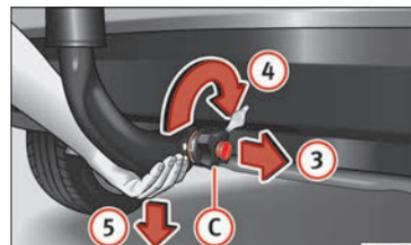

Abb. 201 Kugelkopfstange entriegeln
- Halten Sie die Kugelkopfstange von unten » **Abb. 201** und entnehmen Sie das Handrändelrad **C** mit der anderen Hand in Pfeilrichtung **3**.